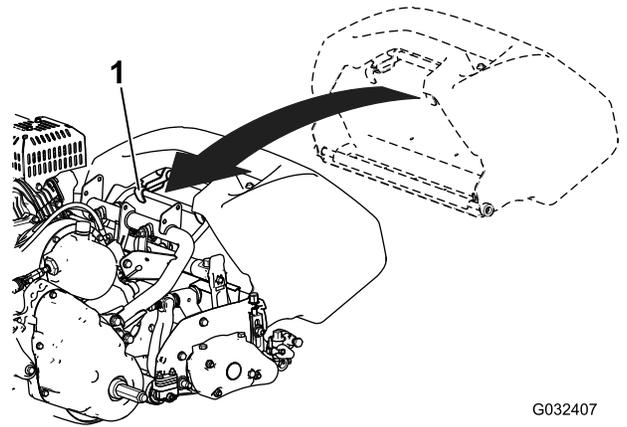

Bild 12
2. Schieben Sie die Fangkorblippe zwischen den Seitenplatten der Schneideinheit und über die Frontrolle ein (Bild 12).
3. Befestigen Sie die Fangkorbhaken über dem Rahmenbügel (Bild 12).